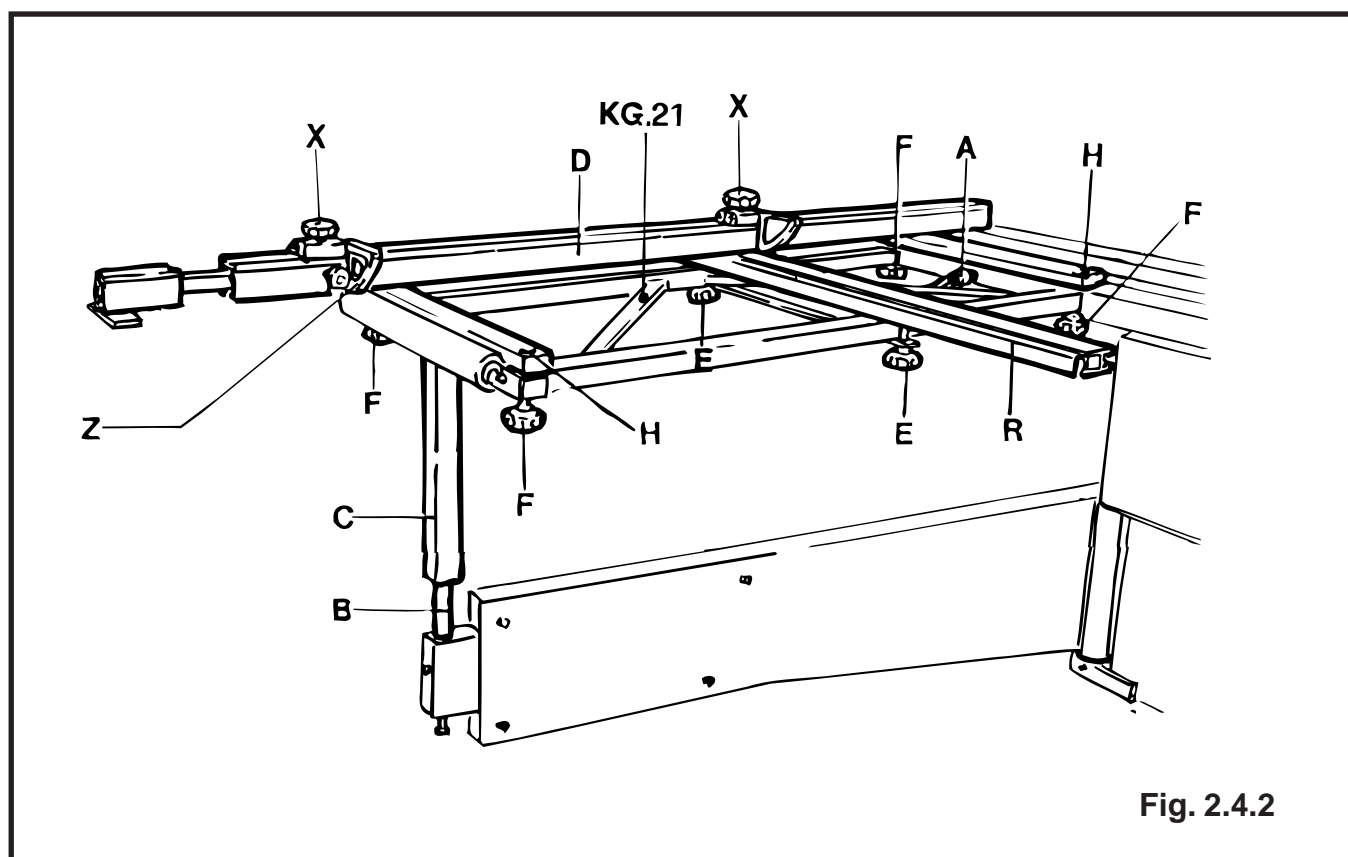

Fig. 2.4.2
Sollevarlo ed introdurre il perno B, fig. 2.4.2 del supporto telescopico a bandiera nella sede C del telaio. Agganciarlo alla barra del carro e bloccarlo, ruotando verso il basso la leva A.
Lift the worktable and insert the pin (B, fig. 2.4.2) of the telescopic support in the seat (C) of the frame. Attach it to the carriage bar and lock it, by turning the lever (A) downwards.
Elevarla e introducir el perno B, fig. 2.4.2 del soporte telescópico en bandera en el alojamiento C del armazón. Engancharlo a la barra del carro y bloquearlo, girando hacia abajo la palanca A